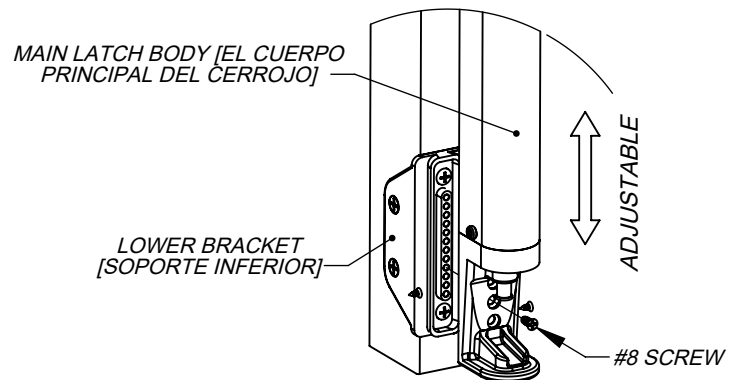

Figure 3
2. Temporarily insert the Bottom Bracket and align the holes with the (3) countersunk holes at the bottom of the Main Body (Figure 3). With the Latch at the proper height, mark the Lower Bracket location on the Post.
[De manera provisoria, inserte el soporte inferior y alinee los orificios con los (3) orificios avellanados que se encuentran en la parte inferior del cuerpo principal (Figure 3). Con el cerrojo a la altura correcta, marque la ubicación del soporte inferior en el poste.]
3. Remove the Main Body and attach the Lower Bracket with the supplied screws ((2) Flat Head Screws and (2) Pan Head Screws).
2. Align the holes of the Latch and Bottom Bracket, making sure that the overall Latch Height is maintained, and secure with (1) #8 Flat Head Screw (Figure 3).
[Alinee los orificios del cerrojo y del soporte inferior, asegurándose de mantener la altura del cerrojo y ajuste con (1) tornillo de cabeza plana #8 (Figure 3).]